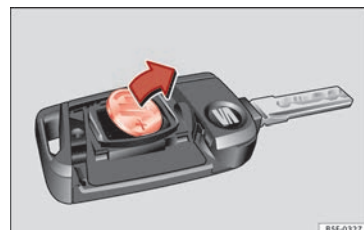

Fig. 134 Clé du véhicule : retirez la pile.
- Retirez la pile du compartiment à l'aide d'un objet fin approprié » fig. 134.
- Placez la pile neuve comme indiqué » fig. 134 et appuyez-la contre le logement des piles dans le sens contraire de la flèche » ❷.